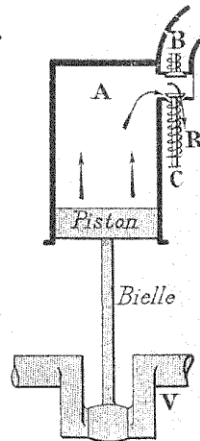

Fig. 43. — Commencement du 4e temps : Échappement.
tours et que la petite roue fait *autant de tours* que le vilebrequin, car elle est *fixée* sur lui. C'est donc un engrenage de *dédoublément*. Cette soupape, d'après le profil de la came, reste ouverte jusqu'à ce que le piston soit au point mort supérieur, instant où elle se referme sous l'effort d'un ressort R très puissant (10 à 15 kg.) (fig. 43).
Pour la soupape d'échappement, on serait tenté, *a priori*, de croire que si elle est soulevée par la came quand le piston est au bas de sa course, à la fin du troisième temps, au point mort inférieur, et va (fig. 43) commencer à remonter pour refouler les gaz brûlés, tout est pour le mieux.
Supposons que la course du piston soit de 100 millimètres, la soupape commencera à se lever de 10 à 20 millimètres *avant* que le piston n'atteigne le point mort inférieur (fig. 43), et elle se fermera au point mort supérieur.
*Quatrième temps* : échappement, course ascendante (fig. 43);